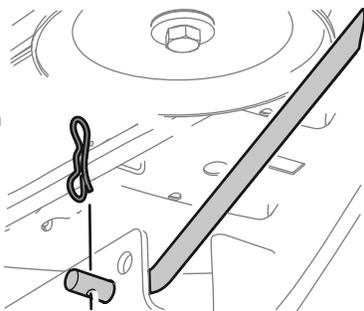

Figura 44
14. Tire del pasador de chaveta hacia afuera de la varilla de elevación delantera de la plataforma que la sujeta a la plataforma. Consulte la Figura 44. Saque la varilla de elevación de la plataforma del soporte de suspensión frontal.